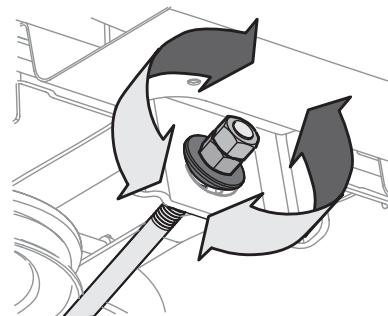

Figura 21
4. Para **elevar** el frente de la plataforma, afloje la tuerca exterior y luego apriete (rosca hacia adentro) la tuerca contra el soporte de suspensión delantera. Consulte la Figura 21. Cuando se logre el ajuste correcto, vuelva a apretar la tuerca exterior hasta 25-30 pies-libras (33.9-40.7 N·m).
5. Para **bajar** el frente de la plataforma, afloje la tuerca exterior y luego afloje (rosca hacia afuera) la tuerca, alejándola del soporte de suspensión delantera. Consulte la Figura 21. Cuando se logra el ajuste correcto, vuelva a apretar la tuerca exterior.